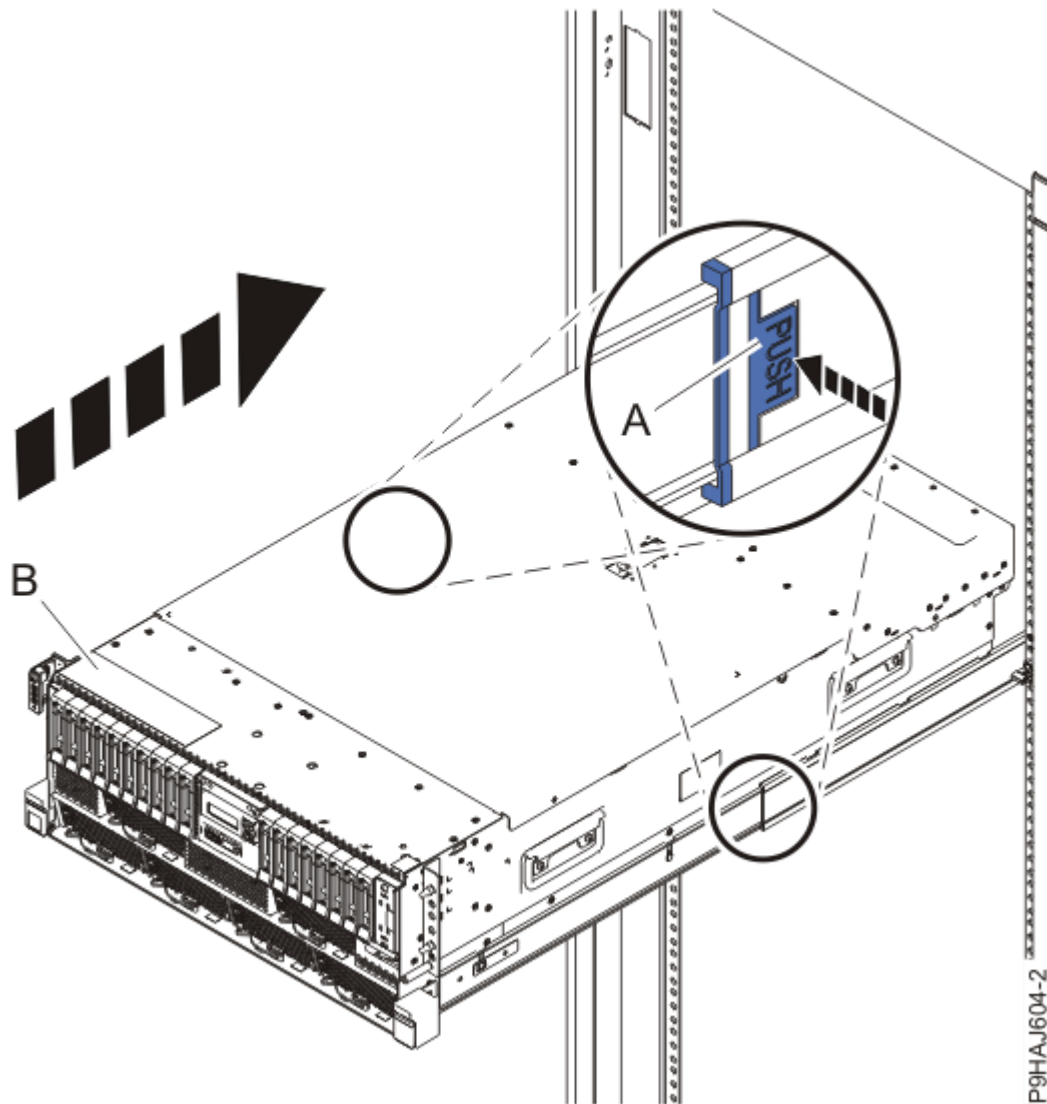

Abbildung 20. System in die Betriebsposition bringen
3. Entsperren Sie bei einem Einschubsystem die blauen Schienensicherungsverriegelungen **(A)**, indem Sie sie nach innen drücken (siehe Abbildung 20 auf Seite 23).